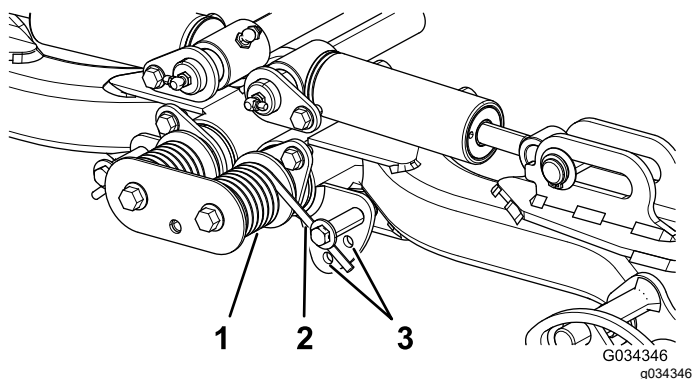

Figura 44
2. Coloque un tubo u otro objeto similar sobre el extremo largo del muelle para aliviar la tensión durante el ajuste (Figura 44).
3. Para aliviar la tensión del muelle, retire el perno y la contratuerca que sujetan el actuador del muelle al soporte (Figura 44).